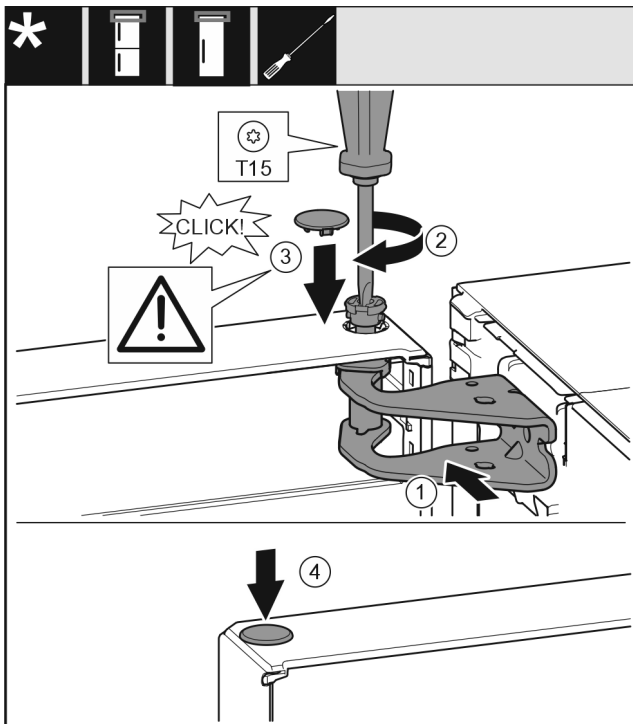

Fig. 19
- ▶ Выровняйте дверь вверху по отверстию в опорном кронштейне. Fig. 19 (1)
- ▶ Вставьте палец и затяните отверткой T15. Fig. 19 (2)
- ▶ Установите предохранительную крышку для защиты двери: Вставьте предохранительную крышку и проверьте, прилегает ли она к двери. В ином случае вставьте палец полностью. Fig. 19 (3)
- ▶ Вставьте заглушку. Fig. 19 (4)